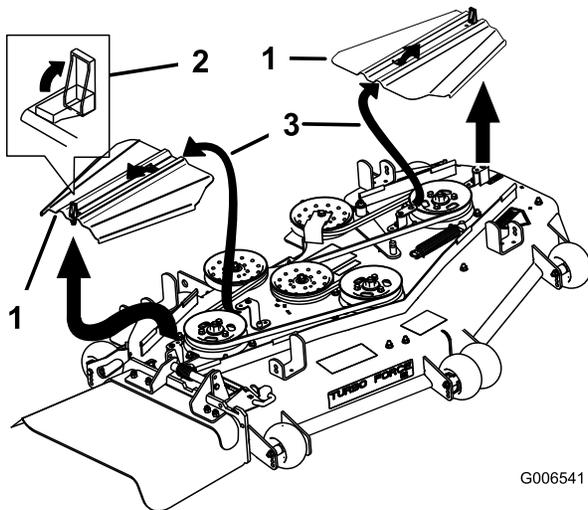

Figura 62
3. Retire las cubiertas de la correa (Figura 62).